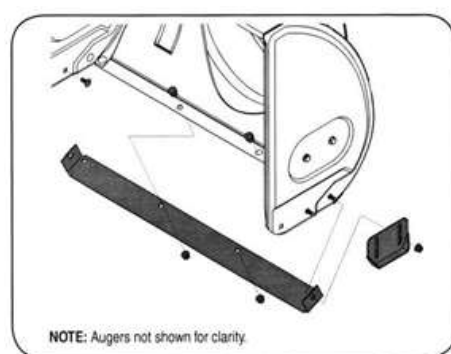

Figure 13
1. Retirez les quatre boulons de carrosserie et les écrous hexagonaux qui les fixent à la souffleuse. Voir la figure 13.